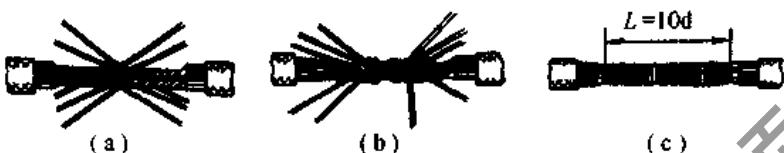

图4-7 多股铜导线的直接连接
①用砂纸将剖去绝缘层的芯线表面擦净，把接近绝缘层 $1/3$ 段的芯线绞紧，把余下的 $2/3$ 段芯线分散成伞状，逐根拉直。再把两个伞状芯线隔头对叉，如图4-7(a)所示。
②将一端的7股线按2、2、3根分成三组，然后把张开的各线端合拢，紧贴于所连接的导线。接着扳起一组两根芯线，按顺时针方向缠绕于对叉连接处3~5圈，余下的线板直理顺，如图4-7(b)所示。
③用同样的方法，依次缠绕另外两组，顺序是先绕2根一组的，后绕3根一组的。绕完3根一组芯线后，切除多余的芯线，钳平线端。
④7股芯线的另一接头做同样的处理，即完成7股铜芯导线的直接连接，如图4-7(c)所示。